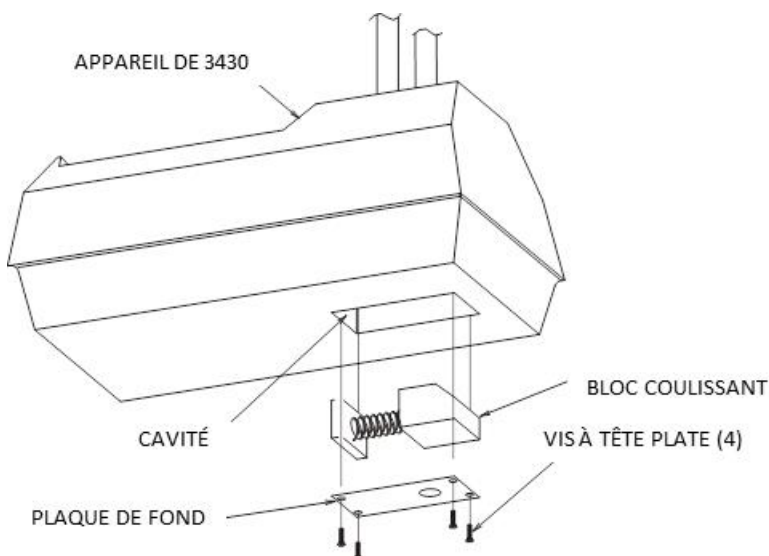

Figure 16. Nettoyage du bloc coulissant de tungstène
2. Nettoyer les têtes des quatre vis d'angle qui maintiennent la plaque de fond à la base de l'appareil (voir Figure 16). À l'aide d'un tournevis cruciforme, retirer les quatre vis dans le coin de la plaque et retirer la plaque.